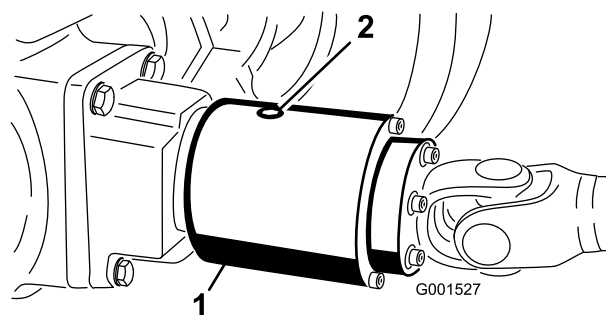

Figura 56
3. Girate la frizione in modo che il tappo di spurgo sia in posizione discendente (Figura 56).